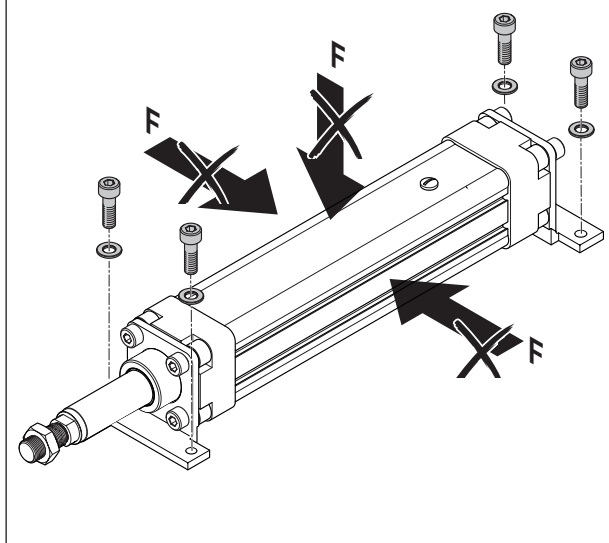

Fig. 10: Deformación de la tapa, el fondo y el perfil protector
- Evitar la deformación de la tapa, el fondo y el perfil protector ➡ Fig. 10 de la página 25.